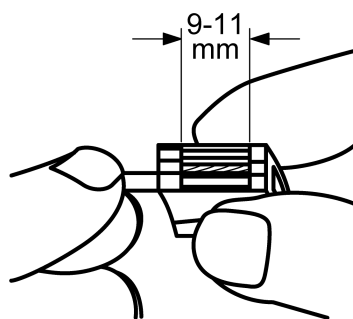

Figure 6: Longueur de dénudage
- Dénuder le conducteur 9 - 11 mm (figure 6).